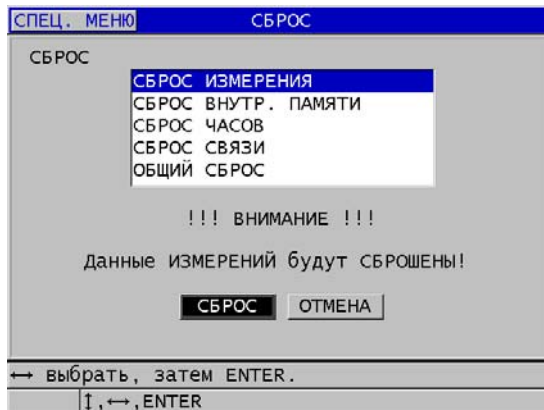

Рис. 15-1 Активация функции сброса
3. В окне **СБРОС** (см. Рис. 15-1 на стр. 279):